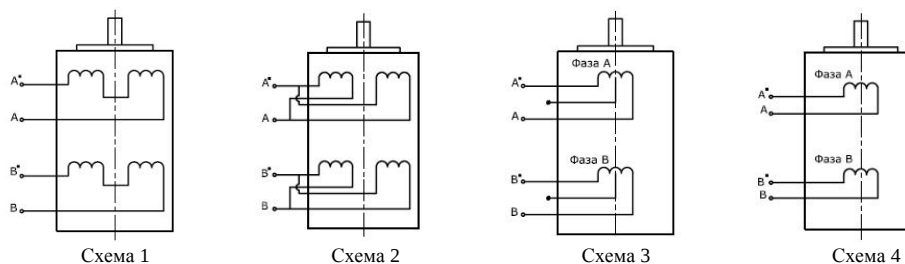

Рис.3. Варианты подключения двигателей к блоку.
1. Выберите вариант подключения двигателя к блоку. Возможные варианты подключения представлены на рис. 3. Выводы фаз шагового двигателя подключаются к выходам блока A+, A-, B+ и B-.